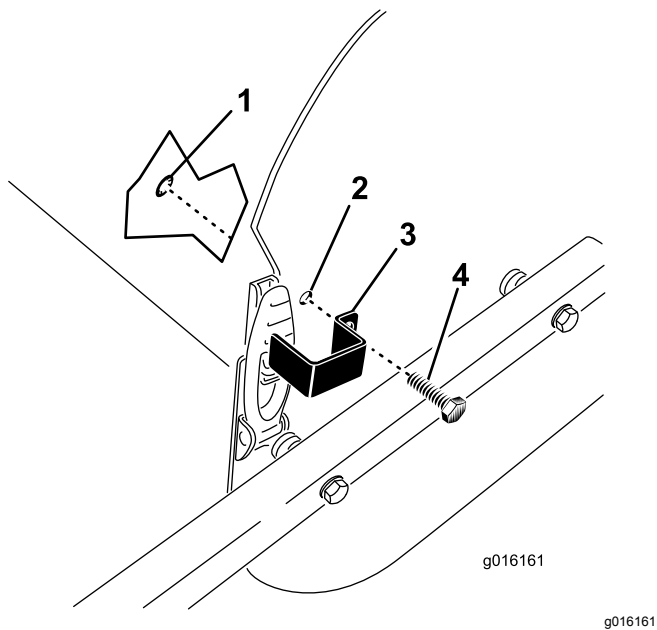

图36
1. 将门锁板放置到机罩门锁上同时将安装孔与侧板中的孔对齐 图36。
- 2. 用带头螺栓和卡环将门锁板固定到侧板上图36。